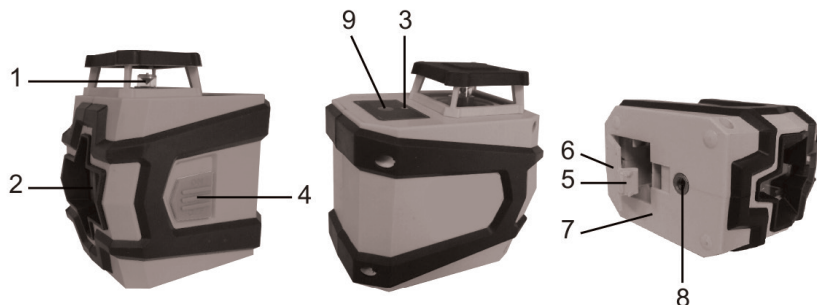

Рис. 1 - Конструкция лазерного уровня МТ-3052
Конструкция лазерного уровня МТ-3052 (Рис. 1):
3.1 Установка / замена элементов питания. Снимите крышку 6 отсека элементов питания, нажав на защелку 5 (Рис.1). Установите новые элементы питания (4 x 1,5В тип «АА») в отсек, соблюдая полярность. Закройте крышку отсека элементов питания.
3.3 Строго горизонтальное и вертикальное построение линий в режиме самовыравнивания. Установите уровень на ровную плоскую поверхность напротив объекта, на который необходимо проецировать лучи. Индикатор выравнивания 3 должен быть сверху. Отклонение от горизонта поверхности, на которой установлен нивелир, не должно быть более $\pm 4^\circ$. Сдвиньте клавишу 4 вверх для работы в режиме самовыравнивания. Включите проецирование лучей кнопкой 9 (Рис. 1). Из выходного отверстия 1 проецируется горизонтальный на 360 градусов луч, из отверстия 2 проецируется вертикальный луч. Эти 2 луча формируют на противоположном от уровня объекте две взаимно-перпендикулярные линии, горизонтальную и вертикальную (Рис. D). В течение примерно четырех секунд нивелир автоматически выравнивается. По окончании процесса выравнивания индикатор 3 (Рис. 1) загорится зеленым цветом. Если индикатор 3 мигает красным цветом, это значит, что уровень
1. Нажмите однократно кнопку 9 (Рис. 1) для построения только горизонтальной линии вокруг уровня на 360 градусов.
2. Нажмите дважды кнопку 9 (Рис. 1) для построения только вертикальной линии перед уровнем.
3. Нажмите трижды кнопку 9 (Рис. 1) для построения горизонтальной и вертикальной линий одновременно.
4. Нажмите четыре раза кнопку 9 (Рис. 1) для выключения проецирования лучей.
При транспортировке и хранении не допускайте ударов корпуса о твердые предметы. Хранить прибор необходимо в отапливаемом помещении. Запрещено хранить прибор при отрицательных температурах. При хранении и транспортировке кнопка 4 (Рис. 1, 2) должна быть сдвинута вниз.